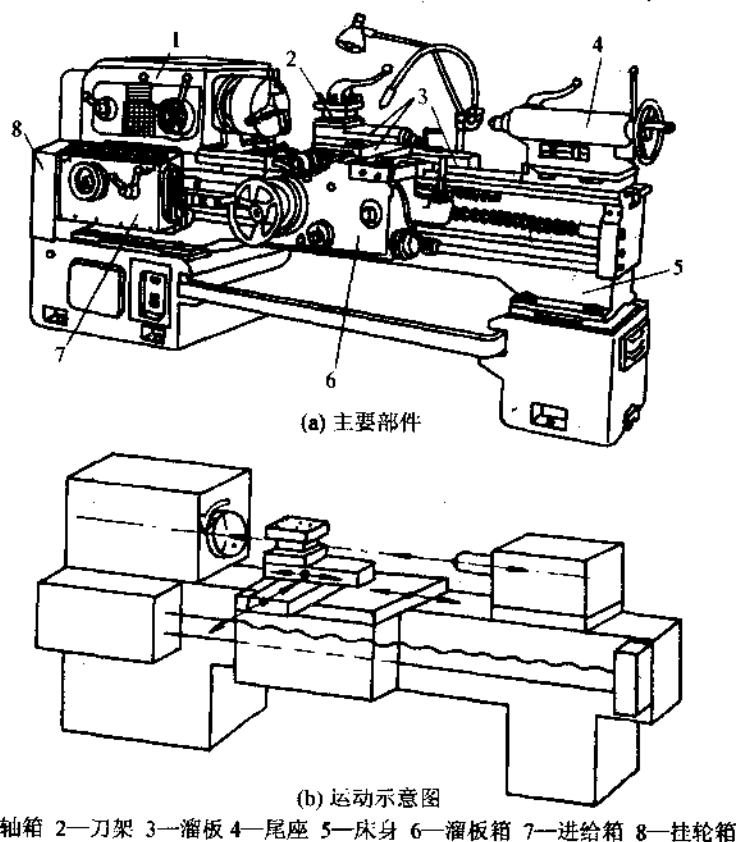

图 1-1-1 CA6140 型卧式车床
(1) 启动车床 空运行机床, 移动刀架, 认识车床的主运动及进给运动形式。车床的外形特点及运动形式 (如图 1-1-1 所示)。